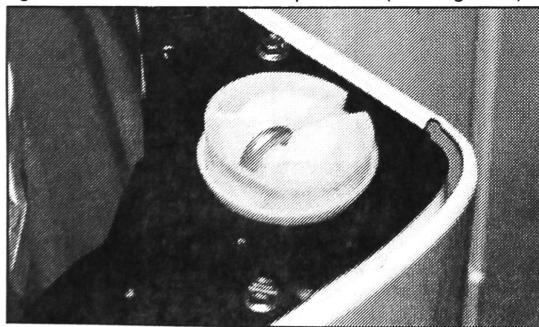

FIGURE 2
6. Fixer les rotules de suspension fournies avec l'ensemble aux tiges d'amortissement/de suspension. (Voir *Figure 2*)
5. Fixer les rotules de suspension fournies avec l'ensemble aux tiges d'amortissement/de suspension. (Voir *Figure 2*)